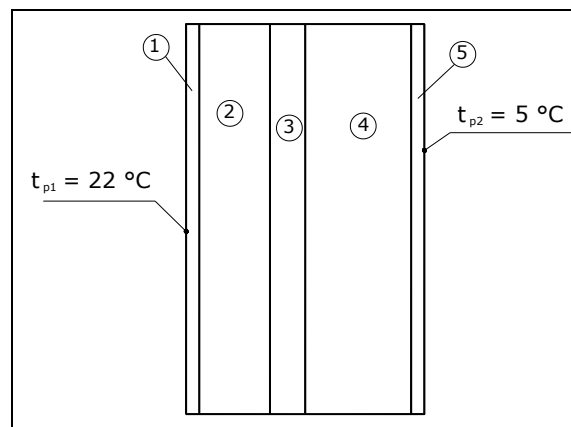

fig.1
- 5) Calcolare il flusso di calore che attraversa la parete disegnata in fig. 1.